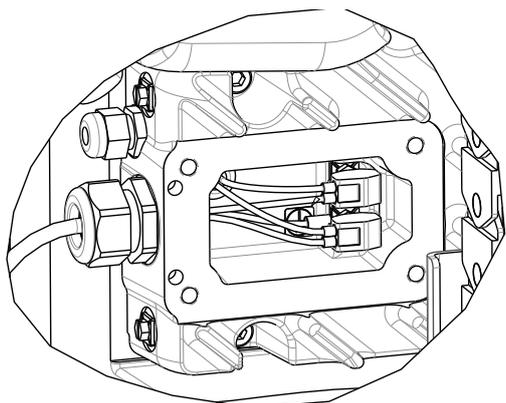

FIG. 47: Fios no alojamento do acionador
- a. Se estiver a utilizar um sistema de abastecimento de êmbolo simples ambiente, desligue o interruptor de desativação vermelho (AZ).
- b. Se estiver a utilizar um sistema de abastecimento de êmbolo simples aquecido, desligue o interruptor de desativação vermelho (AZ).
- c. Ao usar um sistema de abastecimento do êmbolo de tandem ambiente, desligue o interruptor de desativação vermelho (AZ) apenas na unidade de abastecimento do êmbolo de onde está a ser retirado o acionador.
- d. Ao usar um sistema de abastecimento do êmbolo de tandem aquecido, desligue o interruptor de desativação vermelho (AZ) apenas na unidade de abastecimento do êmbolo de onde está a ser retirado o acionador.
4. Desligar a alimentação do acionador (AB):
- a. Remova a tampa do alojamento do acionador (HC).
- b. Desligue os fios no interior do alojamento do acionador. Consulte a FIG. 47.